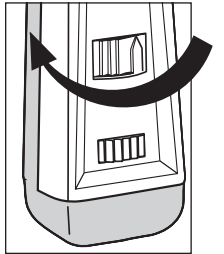

Fig. 6
2. To adjust from HI to LO, rotate the dial counter-clockwise (Figure 6).
2. Pour faire passer de HI (haut) à LO (bas), faites tourner le cadran dans le sens contraire des aiguilles d'une montre (Fig. 6).